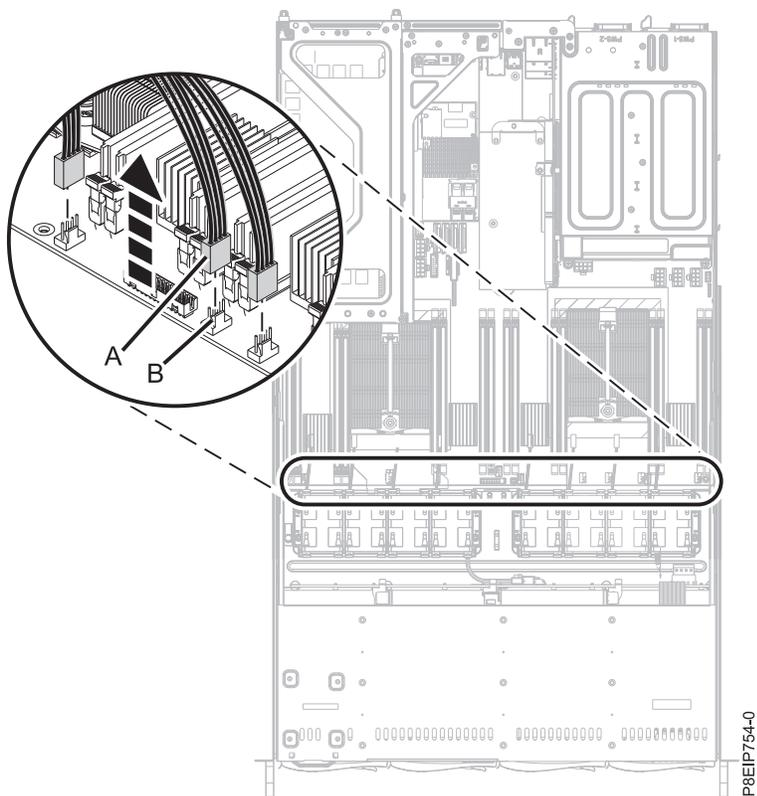

Figura 13. Desconectando o cabo do ventilador
5. Para desconectar um cabo do ventilador, libere o clipe do conector (B) e cuidadosamente puxe para cima o conector (A) do painel traseiro do sistema, conforme mostrado na Figura 13 na página 17. Não puxe os fios. Alimente o cabo através do suporte do ventilador.